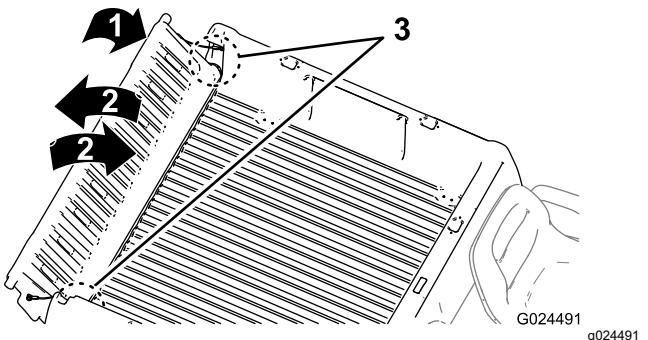

Figure 16
- Inclinez le hayon à environ 45° (Figure 16).
- Agitez légèrement le hayon pour le faire pivoter d'avant en arrière plusieurs fois (Figure 16).